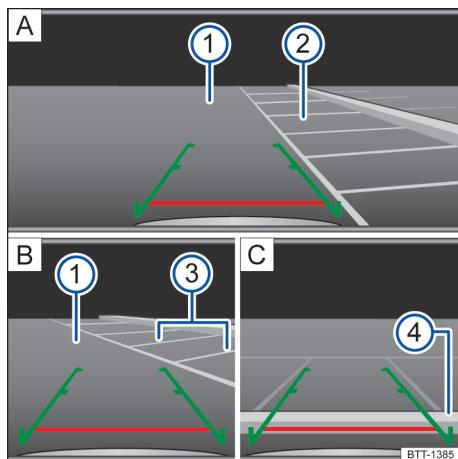

Fig. 103 Exibição do display do sistema do rádio: estacionar com a câmera de marcha a ré.
Legenda para Fig. 103:
- Posicionar o veículo na frente da vaga de estacionamento → Fig. 103 [A].
- Conduzir para trás lentamente e manobrar de modo que as guias verdes laterais conduzam entre as linhas de delimitação da vaga de estacionamento delimitada ② [A].
- Alinhar o veículo na vaga de estacionamento selecionada de modo que as guias verdes laterais fiquem em cima das linhas de limitação lateral ③ [B].
- Parar o veículo, quando a linha vermelha atingir a limitação traseira ④ [C].